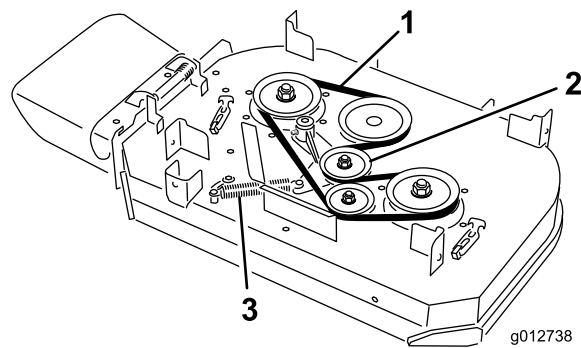

Bild 63
4. Entfernen Sie die Feder vom Ankerpfosten am Spanscheibenarm (**Bild 63**).
5. Nehmen Sie den verschlissenen Mähwerkriemen ab (**Bild 63**).
6. Verlegen Sie einen neuen Mähwerkriemen um die Kupplungsscheibe, die Riemenscheiben des Mähwerks und Spanscheibe (**Bild 63**).
7. Setzen Sie die Feder auf den Ankerpfosten am Spanscheibenarm ein (**Bild 63**).
8. Setzen Sie die Feder auf den Ankerpfosten am Spannscheibenarm ein (**Bild 63**).